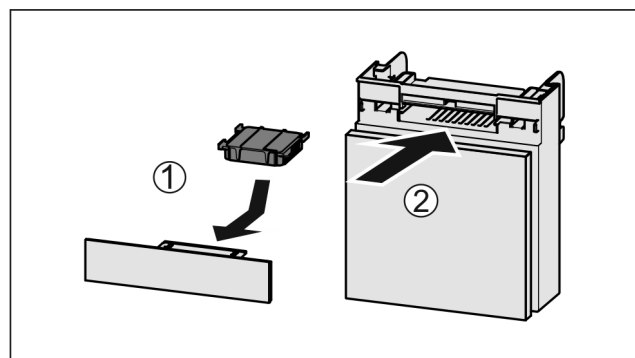

Fig. 35
- ▶ Introduceți Fig. 35 (1) filtrul de cărbune activ după cum se vede în figură.
- ▶ Împingeți Fig. 35 (2) compartimentul în interior.